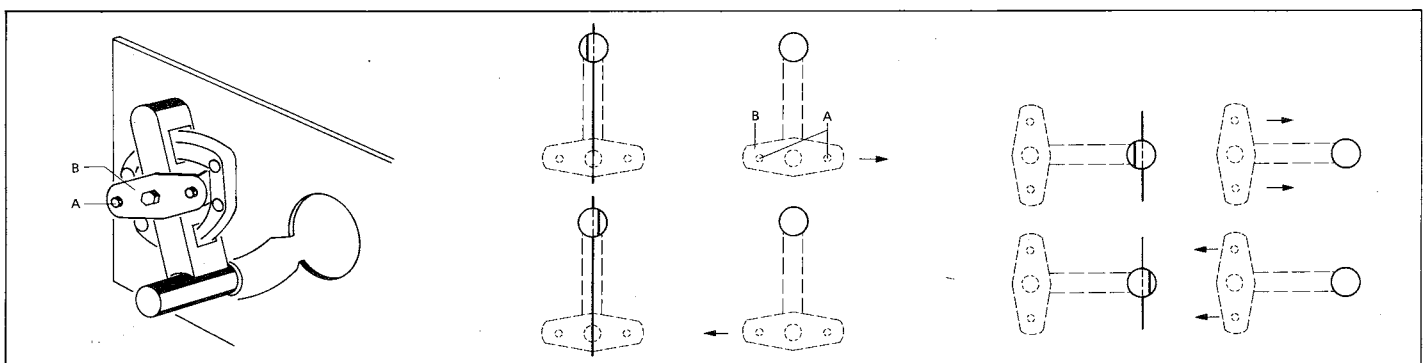

Fig. 4.13
-> fig. 4.13
- Desserrer 2 vis [A] jusqu'à ce que la plaque [B] puisse être déplacée (fig. 4.13).
- Corriger la position de la plaque selon fig. 4.13.